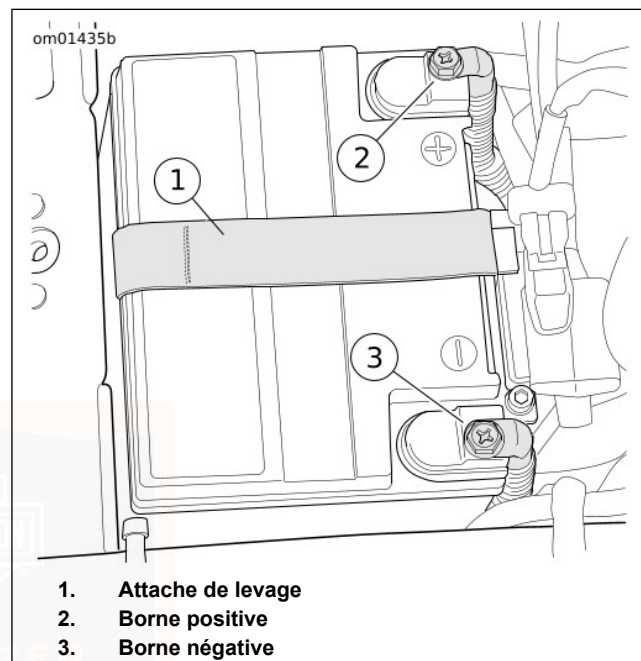

Figure 100. Compartiment de batterie
10. Voir Figure 100. Déconnecter les deux câbles de la batterie en commençant par le câble négatif.
2. Voir Figure 100. Placer la batterie dans le plateau de batterie avec les bornes dirigées vers l'avant.